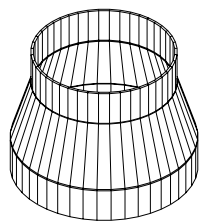

fig. 4
- Dans le cas d'une gaine diamètre 125 mm, utilisez l'adaptateur fourni (fig.4)